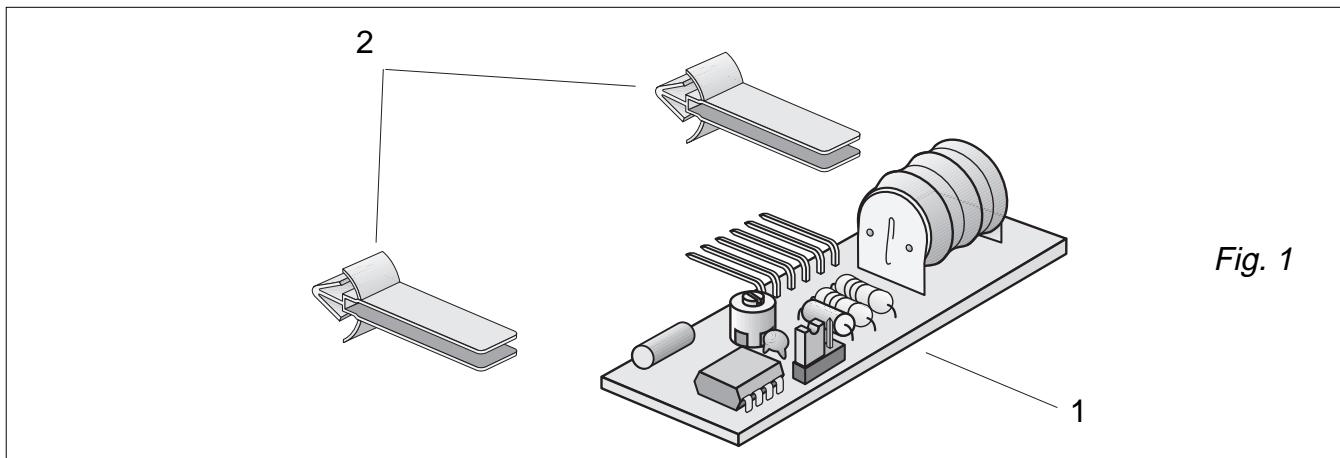

Fig. 1
- 2) inserire le due guide porta-scheda in plastica (2, Fig.1); negli appositi fori rettangolari ai lati del connettore femmina M2 sulla faccia posteriore della scheda visualizzatore;
- 3) installare la scheda PGS (1, Fig.1) inserendo il connettore maschio a 6 poli nel connettore M2; si presti la massima attenzione affinché al polo n°1 della scheda PGS corrisponda il n°1 del connettore M2 della scheda visualizzatore;
- 2) inserire le due guide porta-scheda in plastica (2, Fig.1); negli appositi fori rettangolari ai lati del connettore femmina M17 sulla faccia posteriore della scheda di controllo;
- 3) installare la scheda PGS (1, Fig.1) inserendo il connettore maschio a 6 poli nel connettore M17; si presti la massima attenzione affinché al polo n°1 della scheda PGS corrisponda il n°1 del connettore M17 della scheda di controllo;